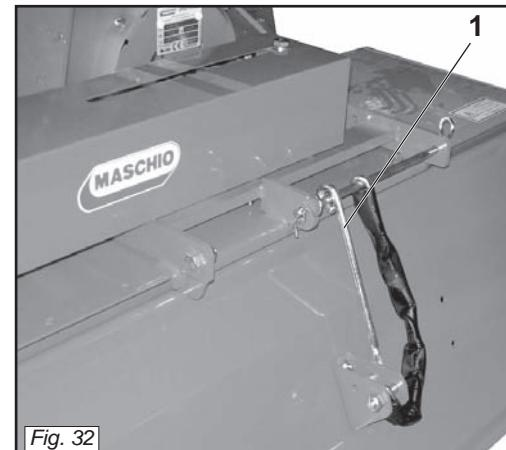

Fig. 32
- 2) Nel caso che la macchina sia dotata di catena, posizionare l'asta antiribalرامento come in figura (1 Fig. 32).
- 2) If the machine has a chain, position safety rod as shown in the figure (1 Fig. 32).
- 2) Si la machine est dotée d'une chaîne, placer la tige anti-retournement comme dans la figure (1 Fig. 32).
- 2) Falls die Maschine mit Kette ausgerüstet ist, muss die Kippschutzstange wie in der Abbildung (1 Abb. 32) angeordnet werden.
- 2) Si la máquina posee cadena, posicionar la barra antivuelco como se ve en la figura (1 Fig. 32).